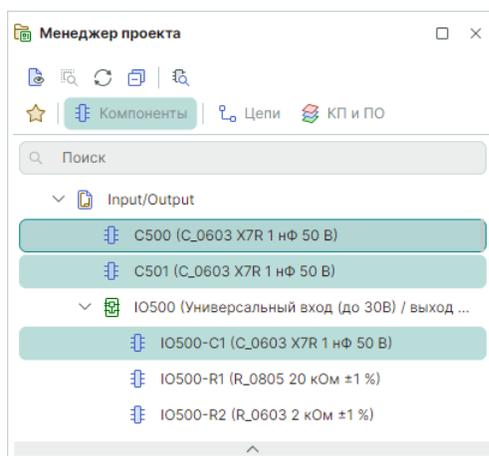

Рис. 148 Компоненты вне блока и внутри блока
- Компонент внутри блока и вне блока, см. Рис. 148.